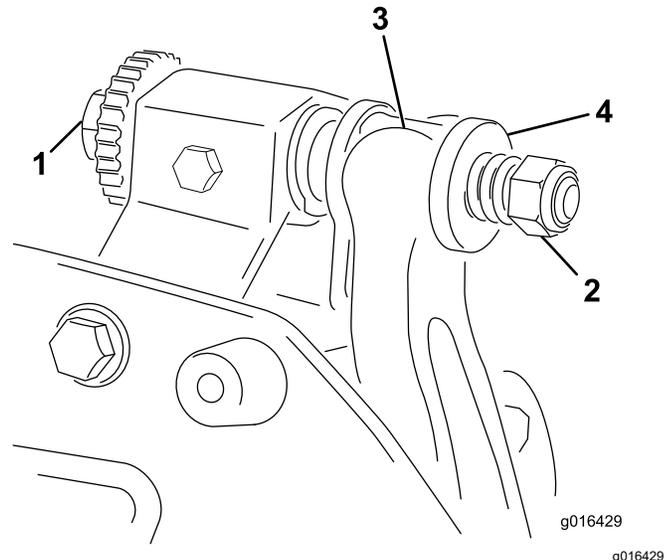

Figura 13
1. Ruotate la vite di regolazione della barra di appoggio in senso antiorario per allontanare la controlama dal cilindro (Figura 13).
2. Allentate il dado di tensione della molla finché la rondella non sarà più in tensione contro la barra di appoggio (Figura 13).
1. Montate il gruppo della barra di appoggio/controlama, posizionando gli attacchi di montaggio tra le rondelle e la vite di regolazione della barra di appoggio (Figura 13).